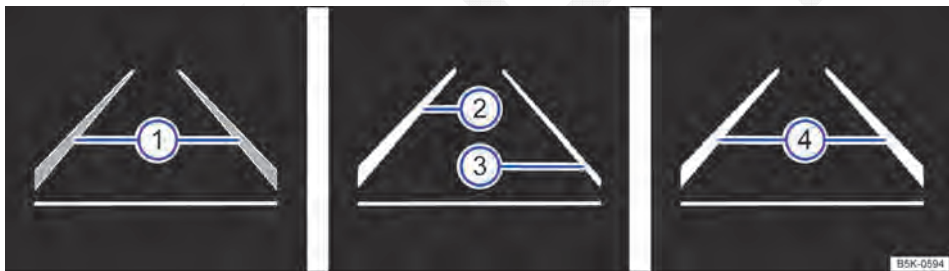

Fig. 235 No display do instrumento combinado: indicadores do display do assistente de permanência na faixa.
Área de exibição no display → Fig. 235:
- O sistema precisa reconhecer uma delimitação de faixa à esquerda e à direita do veículo → Fig. 235.